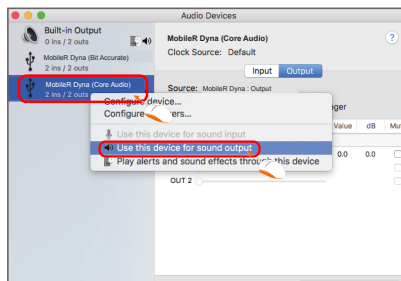

Figure 14
- Ouvrez la fenêtre Audio MIDI setup” (Configuration de l'audio MIDI) et vérifiez que l'appareil MobileR Dyna a été configuré correctement comme illustré à la figure 14.